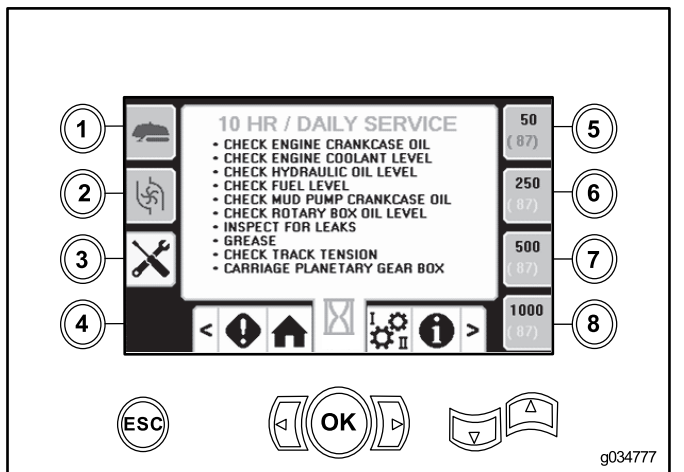

Bild 50
- Taste 3: 10 Stunden/Täglich (Bild 50)